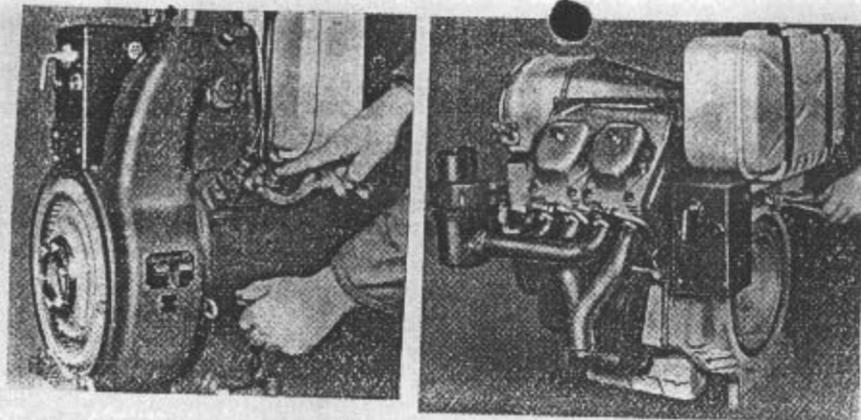

Bild 8. Drehzahlverstellhebel auf Mitte Rastplatte stellen
In der kalten Jahreszeit ist es zweckmäßig, bereits nach Stopp des Motors die Drehzahlverstellung auf seine Mittelstellung zu bringen und so bereits den Start vorzubereiten (Bild 8).
- e) Drehzahlverstellung bis auf Vollast des Regelbereiches stellen und beim Motortyp 1 KVD 8 SL den Vollastanschlag drücken (siehe Bild 8).